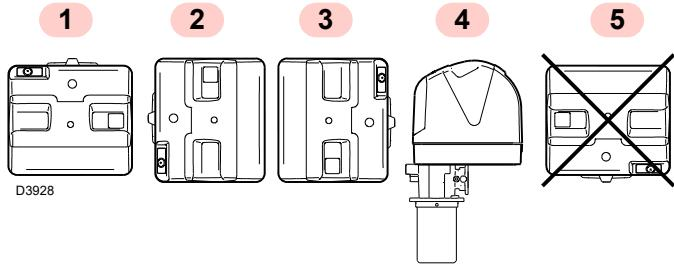

Fig. 8
- El quemador está preparado exclusivamente para el funcionamiento en las posiciones 1, 2, 3 y 4 (Fig. 8).